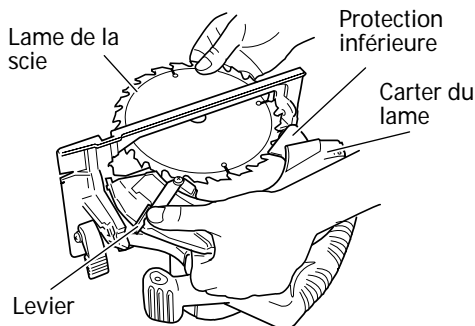

Fig. 16
- (2) Appuyer sur le levier de verrouillage, verrouiller l'arbre, et retirer le boulon à bride hexagonale et la rondelle (B) à l'aide de la clé.
- (3) Tout en tenant le levier pour maintenir la protection inférieure complètement rentrée dans le carter de lame, retirer la lame de scie. (Fig. 16)